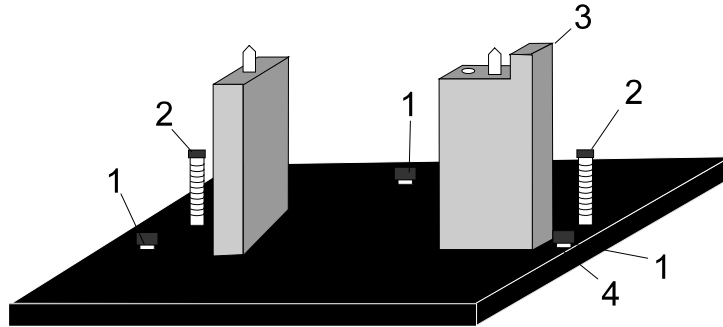

Abbildung 3. Küvettenhalterbasis
- 2** Setzen Sie die Küvettenhalterbasis in die Probenposition auf der Bodenplatte. Die eingekerbte Säule (siehe Abbildung 3 unten) sollte sich an der rechten Seite befinden.